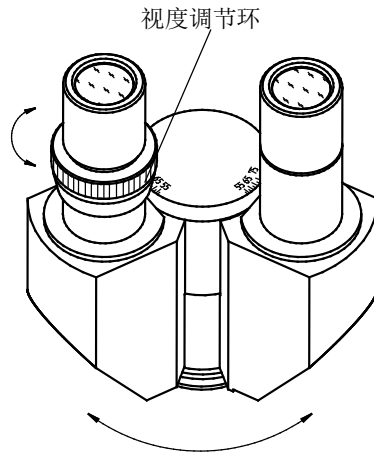

图 4
- 8) 视度调节 通过位于左目筒上的视度调节环，可以修正不同使用者双眼视度的个体差异，见图 4。利用 40X 的物镜，单独用右眼观察样本，调焦至成像清晰。然后用左眼观察，慢慢调节视度调节环使左眼也能观察到清晰的像
- 9) 适当的瞳距能带来舒适的观察效果。瞳距的调节通过铰链式的双目镜筒“折叠”来实现，参照图 4。